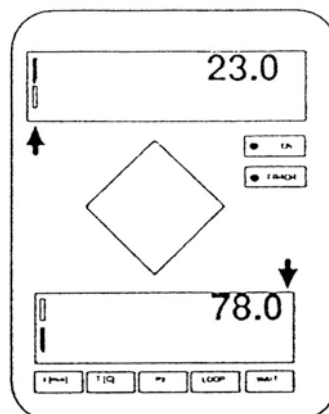

Figura 4 – menù di Avvio ON.
- 2) Premere il tasto **S** per visualizzare il menù Avvio ON (Figura 4). Il sistema è ora operativo. I due display mostrano lo stato operativo corrente (temperatura ed umidità).